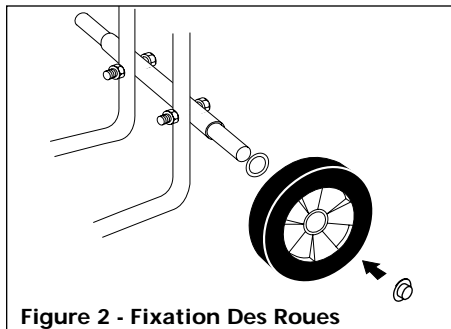

Figure 2 - Fixation Des Roues
3. Glisser une rondelle de 5/8 po D.I. et une roue à chaque extrémité de l'arbre. Taper un écrou sur chaque extrémité de l'arbre avec un marteau afin de tenir les roues (Voir Figure 2).